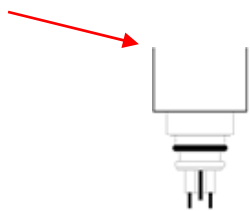

Abb. 4
1. Netzschalter abschalten. Prüfen Sie, ob der O-Ring am Nippel des elektrischen Heizstabs korrekt in die Nut eingesetzt ist und keine Defekte und Beschädigungen aufweist. (Abb. 4) (Andernfalls ersetzen)